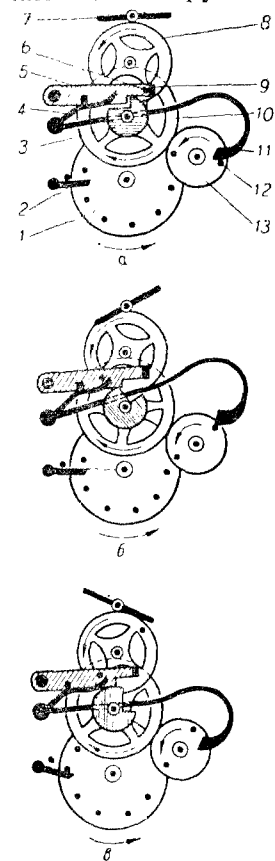
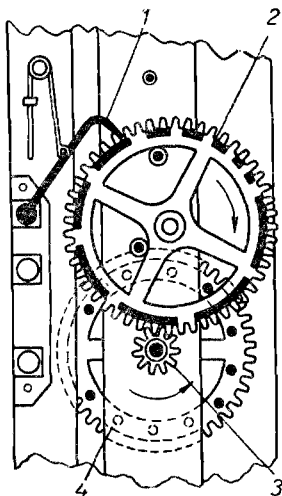

Рис. 35. Схема механізму бою з лічильним колесом:
Рис. 36. Лічильне колесо з колінчастим важелем: 1 — колінчастий важіль; 2 — лічильне колесо; 3 — триб колеса бою; 4 — колесо бою.
Розбирання механізму ходу і бою не викликає будь-яких утруднень, а тому не має необхідності його висвітлювати. Складання ж механізму бою, схема якого подана на рис. 35, пов'язане з деякими утрудненнями і потребує вивчення принципу його дії.
Існують механізми, які відбивають тільки години; години і півгодини; години, півгодини і чверті годин. Механізм відліку бою в настінних годинниках може бути двох основних конструкцій: одна з лічильним колесом (рис. 36, 55), друга — з гребінкою і ступінчастим диском (див. нижче). Ці дві конструкції механізму бою і розглядаються в даній книжці. Інші численні, чисто зовнішні конструктивні різновидності механізму бою не наводяться. Проте вважаємо за потрібне настійно рекомендувати годинникареві-по-
Складання починають з встановлення молотка з коліном 2 (див. рис. 35), важеля 5, блоків ходу і бою, коліс 10 і 8. Важіль 4, підйомник 11 та вітрянку 7 ставлять на місця, коли з'ясується після випробовування, що механізм бою складено правильно. Щоб механізм бою працював нормально, необхідно керуватися таким правилом.
**Правило.** Колеса 10, 8 та деталі 5, 2 треба встановити в позицію, показану на рис. 35, а, інакше механізм не даватиме правильного бою.
На рис. 35,а показано механізм бою, що відбиває години і півгодини, коли всі його частини перебувають в стані спокою, а хвилиний триб 13, обертаючись вліво, штифтом 12 дотикається до підйомника 11. Для більшої ясності всі колеса механізму бою розміщені на одній прямій лінії, а деталі подано схематично.
Механізм бою. Хвилиний триб 13 обертається на своїй осі вліво і через кожні півгодини піднімає то одним то другим штифтом 12 коліно підйомника 11; разом з ним піднімається і важіль замикання 5. Як тільки важіль піднімається на достатню висоту, косинець замикання 9 звільнить штифт 6, а разом з ним і пускове колесо 8. Звільнене колесо зробить на осі короткий пробіг і зупиниться, впершись штифтом 6 у піднятий важіль відмикання 4 (рис. 35,б). Важіль 4 і підйомник 11 сидять на одній осі.
Описану роботу механізму годинникарі називають «оповіщенням до бою». І дійсно, годинник буде відбивати час лише через кілька хвилин, коли хвилинна стрілка досягне цифри 12 або 6, бо в цей момент підйомник висковзне з штифта хвилинного триба, а разом з підйомником опуститься і важіль відмикання 4, що звільнить штифт 6. Нічим не стримувані колеса будуть обертатися, і механізм бою почне діяти. Цей момент зображено на рис. 35,б. Важіль замикання 5 ковзає по шайбі 3, але як тільки він ввійде у виріз шайби, штифт 6 затримається косинцем замикання 9. Майже одночасно з цим молоток відбиває одну годину і дія механізму бою припиняється.
Для відбивання годин механізм бою має лічильне колесо 2 (рис. 36) з 11 різної довжини ступінчастими зубцями, показаними на рисунку жирними лініями (довжина окремого зубця відповідає тій кількості годин, яку потрібно відбити молотку, згідно з показаннями годинникових стрілок); триб 3, що веде лічильне колесо і колінчастий
важіль 1, жорстко з'єднаний з важелем замикання 5 (див. рис. 35).
До моменту початку бою (рис. 35,в) колінчастий важіль, піднявшись з вирізу в лічильному колесі, після першого удару молотка залишається на ступінчастому зубці, тому що до наступного удару молотком колесо встигає трохи повернутися вправо. Таким чином, колінчастий важіль 1 (рис. 36), перешкоджаючи падінню важеля замикання в прямокутний паз шайби, дозволяє молотку відбити призначену годину. Але як тільки колінчастий важіль досягне вирізу в лічильному колесі і опуститься в нього, бій припиниться і весь механізм займе вихідне положення (див. рис. 35,а).
Не по ладки бою 1. Годинник б'є безперервно, не зупиняючись, — механізм бою складено неправильно. Важіль замикання 5 (рис. 35) опускається в прямокутну шайбу раніше чи пізніше призначеного строку — немає штифта 6 в пусковому колесі 8.